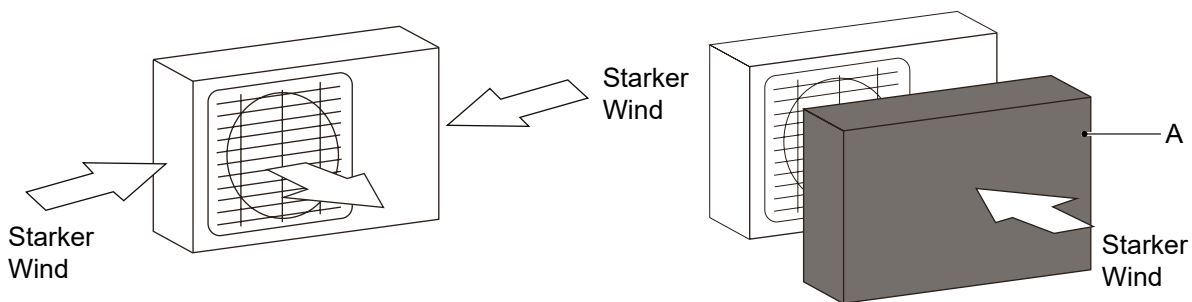

Abbildung 23: Starker Wind am Gerät
- Bei sehr starkem Wind gegebenenfalls eine Schutzwand (siehe Pos. A in „Abbildung 23: Starker Wind am Gerät“ auf Seite 39) vor dem Gerät errichten.